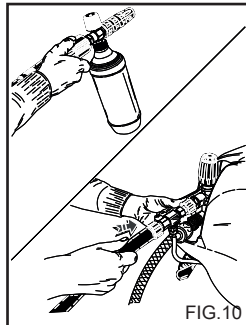

FIG.10
**BRUK AV SETT FOR VASKEMIDDELOPPSUGING (fig. 10). (Ekstraustyr)**
- 2) Fjern forlengelsen fra håndtaket og sett inn dobbeltlansen eller lansen med regulerbart hode, start høytrykksvaskeren og kommandoen for oppsuging av vaskemiddelet på lansen (fig. 10 - 12) og sprut på overflaten som skal vaskes nedfra og opp. La virke i noen minutter.